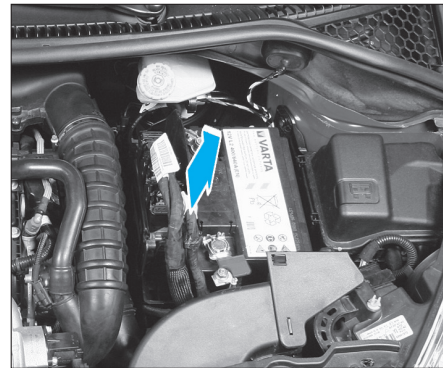

Fig. 23
- Décliper le calculateur de gestion moteur (Fig.23).